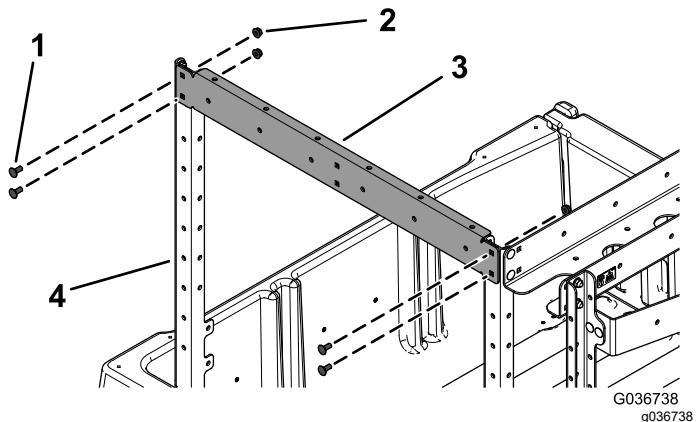

Рисунок 6
5. Установите передний опорный кронштейн (с двумя отверстиями на каждой стороне) на верхнюю часть двух передних вертикальных кронштейнов рамы с помощью 4 каретных болтов (5/16 x 3/4 дюйма) и 4 фланцевых гаек (5/16 дюйма), как показано на Рисунок 6.